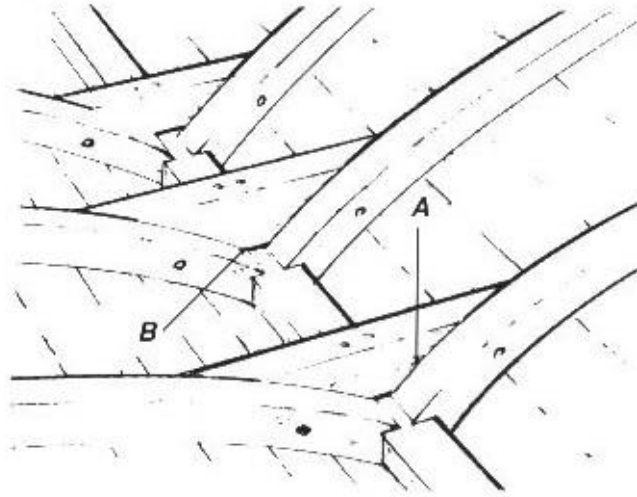

Figura 5-9 Examine las varengas, la quilla y las cuadernas para localizar separaciones e indicios de movimientos.
- (a) Examine el área de unión de las varengas con las cuadernas. Busque indicios de movimientos entre varengas y cuadernas (*Figura 5-9*).